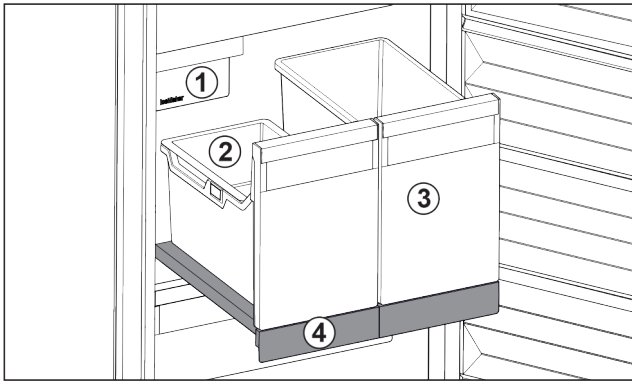

Fig. 98 Витяжна панель IceTower
- (1) IceMaker
- (2) Підвісний лоток для кубиків льоду
- (3) Резервуар наприклад для піци, алкогольних напоїв
- (4) Витяжна панель
На витяжній панелі є два високих резервуари (IceTower). В резервуарі Fig. 98 (2) кубики льоду з IceMaker збираються та зберігаються. Резервуар Fig. 98 (3) придатний для зберігання високих харчових продуктів, таких як піца та алкогольні напої.